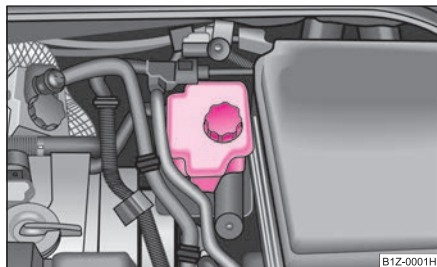

Fig. 200 Compartimentul motor: Rezervorul lichidului de frână
- Verificați nivelul lichidului de frână din rezervor ⇒ fig. 200. Nivelul trebuie să se găsească între marcajele „MIN” și „MAX”.